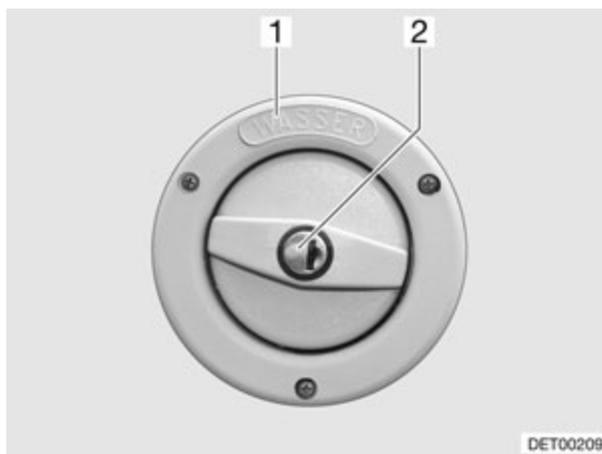

Fig. 168 Couvercle de fermeture du bec de remplissage d'eau fraîche
Le bec de remplissage d'eau fraîche est désigné par l'inscription "WASSER" (eau) (Fig. 168,1). Le couvercle de fermeture est ouvert et verrouillé à l'aide de la clé pour les serrures extérieures.
- Insérer la clé dans le barillet (Fig. 168,2) et la tourner d'un quart de tour dans le sens inverse des aiguilles d'une montre.
- Ouvrir le bec de remplissage d'eau fraîche (Fig. 168).